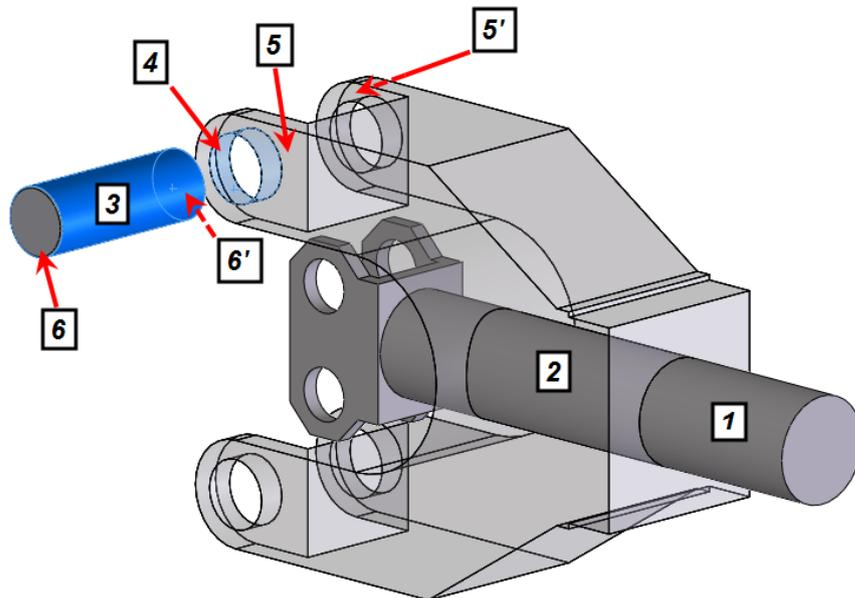

Рис. 11.41 Назначение условий сопряжение между компонентами сборки Клещи.
- Стержень манипулятора (1) и центральное отверстие (2) Вилки манипулятора (рис.11.41);
- Осью манипулятора (3) и отверстием  $\varnothing 130$  (4) Вилки манипулятора (рис.11.41).